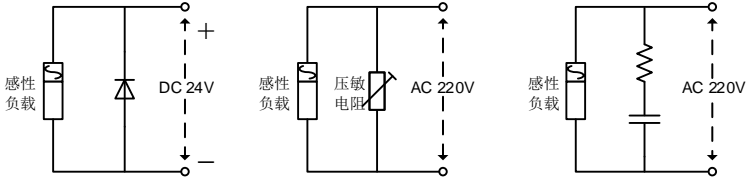

图 2-4 感性负载浪涌抑制器的应用
- ◆ 一体机控制器连接感性负载设备时（电磁接触器、继电器、电磁阀等），请务必在该负载设备线圈上使用浪涌抑制器，如图 2-4 所示。